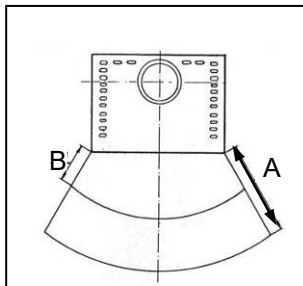

Fig. 2
rezza si riduce ai **40 cm** (B) qualora di fronte all'elemento sia installata una protezione areata (v. fig. 2).